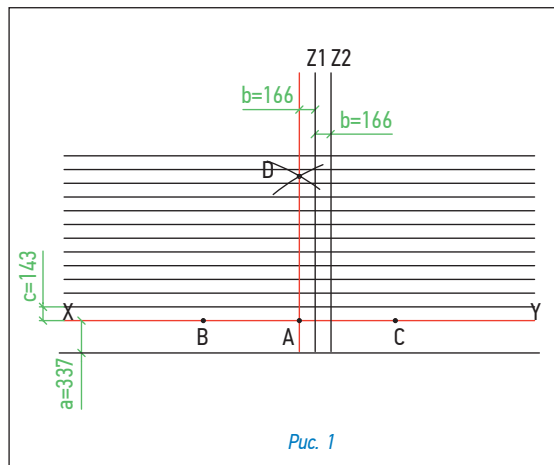

Рис. 1
1. Вдоль основания купола необходимо сделать вертикальную разметку. Для этого отметить точки через каждые 1000 мм (рис. 1 – точки А, В, С, ...);
Разметка крыши (рис. 1)